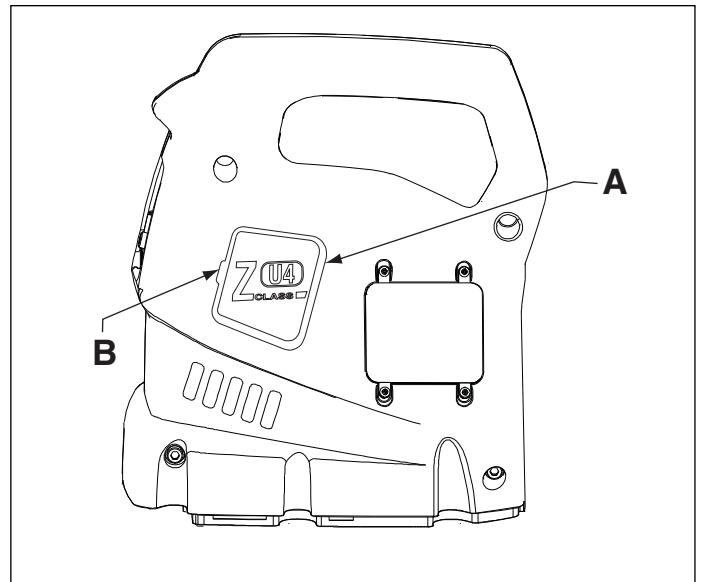

Figure 12, Dépose du capuchon des charbons
2. Retirer les deux capuchons de brosse (A) en déviant le loquet du capuchon des charbons (B) et délicatement sortir (voir figure 12).